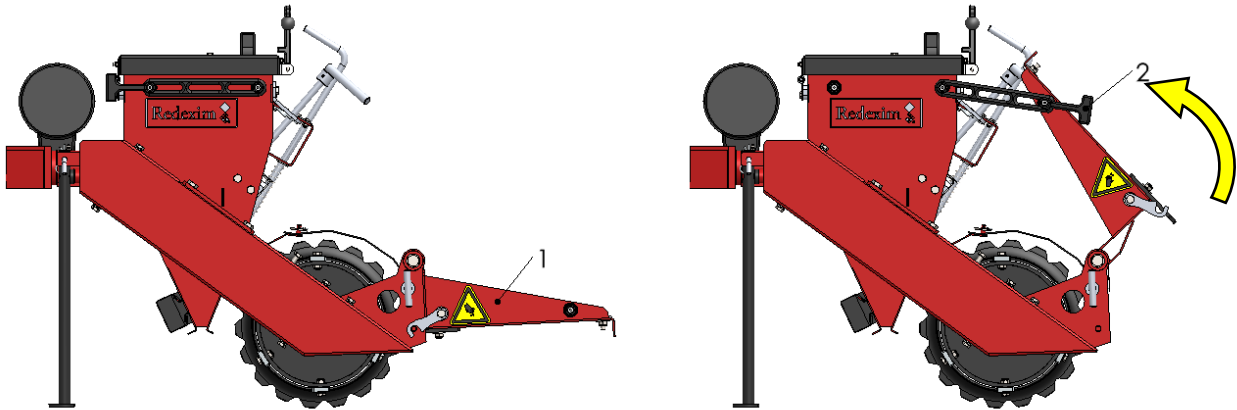

Figure 10
Si vous souhaitez mettre le pied de lit (1) en position pliée pour le transport ou le stockage, il doit être sécurisé au moyen de la sangle de tension (2), voir Figure 10.